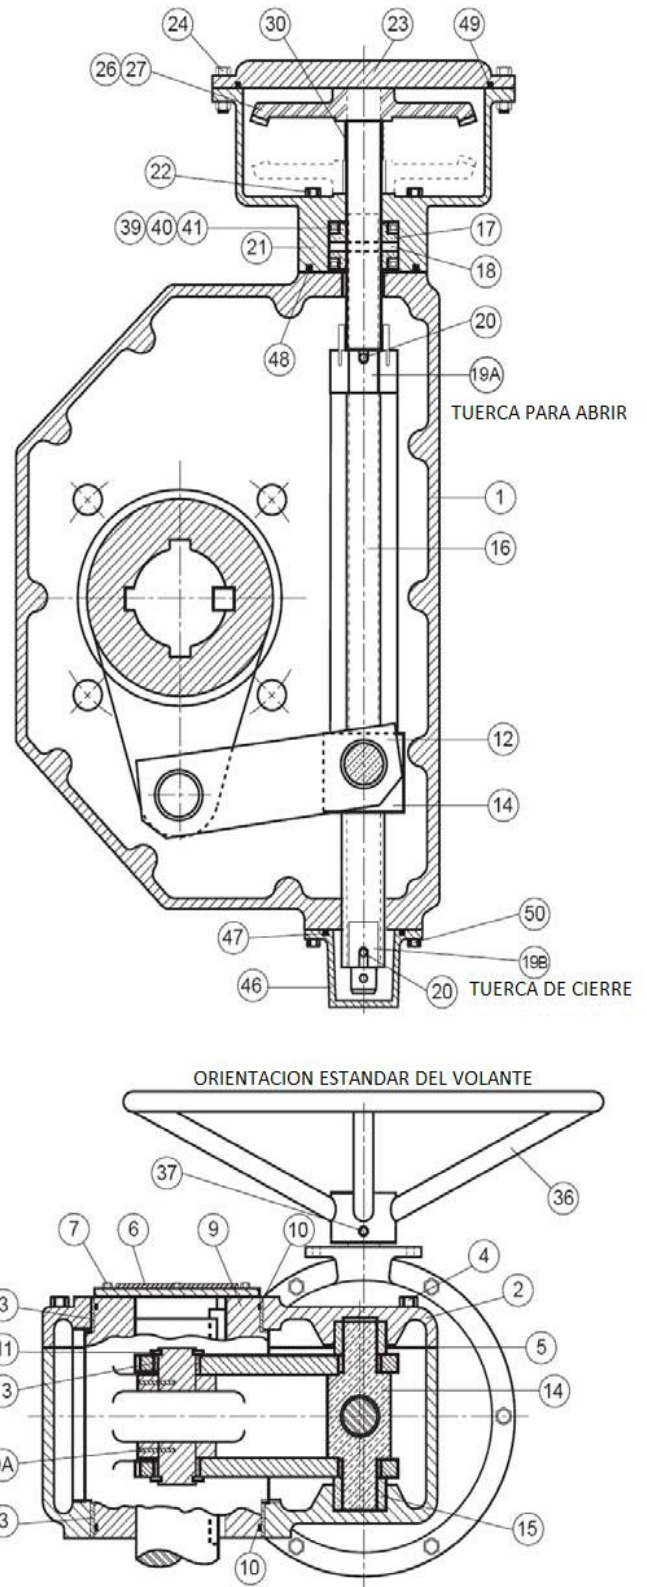

FIGURA 9.
MANTENIMIENTO DE ACTUADOR CON TUERCA DESLIZANTE: Un actuador típico con tuerca deslizante se muestra en la Figura 9 y consiste en una tuerca roscada (12) que viaja de ida y vuelta en un vástago roscado (14). El vástago se lubrica con grasa EP2 en un bastidor de fundición de hierro (1). La tuerca, a su vez, acciona una palanca ranurada (4) a través de 90 grados de viaje. La palanca (4) acciona el eje de la válvula con una chaveta cuadrada. La rotación del eje se muestra por el indicador de la parte superior (19). Las posiciones completamente abiertas y cerradas son controladas por las tuercas de tope (6). Las tuercas de parada pueden ser ajustadas golpeando el pasador (7) con un botador y girando la tuerca del tope 1/2 de vuelta. La caja de engranajes se lubrica y se sella en la fábrica. No se requiere un mantenimiento regular. Si la operación se observa difícil, la tapa se puede quitar y la unidad puede ser inspeccionada por el desgaste. Todas las partes móviles deben ser recubiertas con grasa. La grasa debe tener una consistencia homogénea y suave. Si es necesario, cubra todas las partes móviles con una grasa EP-2, tales como la Mobil Mobilux EP2. Para unidades de uso bajo tierra, las mismas deben empaquetarse con 90% de grasa.